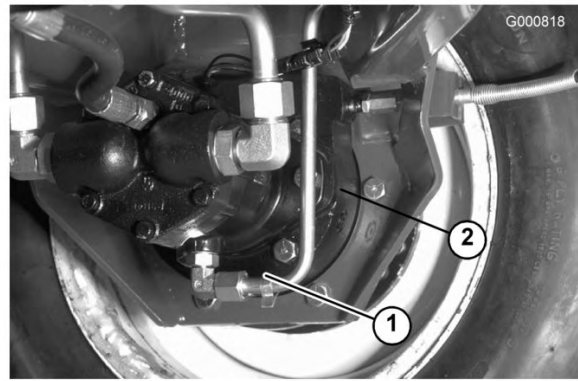

Bild 64
2. Entfernen Sie die Schraube (Bild 63) vom Planetengetriebe und die Prüfschraube an der Rückseite der Bremse (Bild 64).